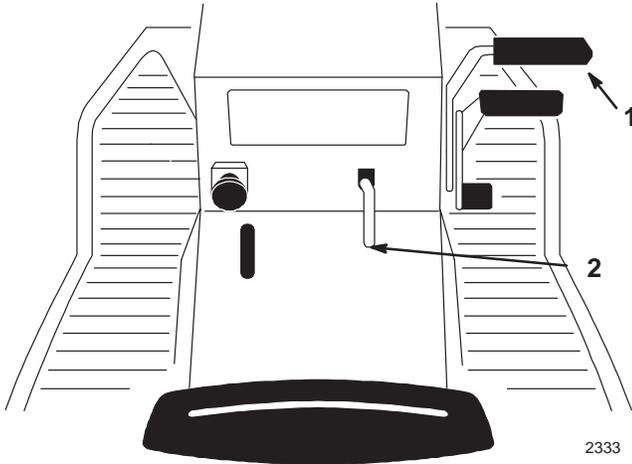

Abbildung 3
1. Das Bremspedal (Abb. 3) herunterdrücken und in gedrückter Position halten.
2. Den Hebel der Feststellbremse (Abb. 3) hochziehen und langsam den Fuß vom Bremspedal nehmen. Das Bremspedal sollte in heruntergedrückter (gesperrter) Position bleiben.
1. Das Bremspedal (Abb. 3) herunterdrücken. Der Hebel der Feststellbremse sollte sich lösen.